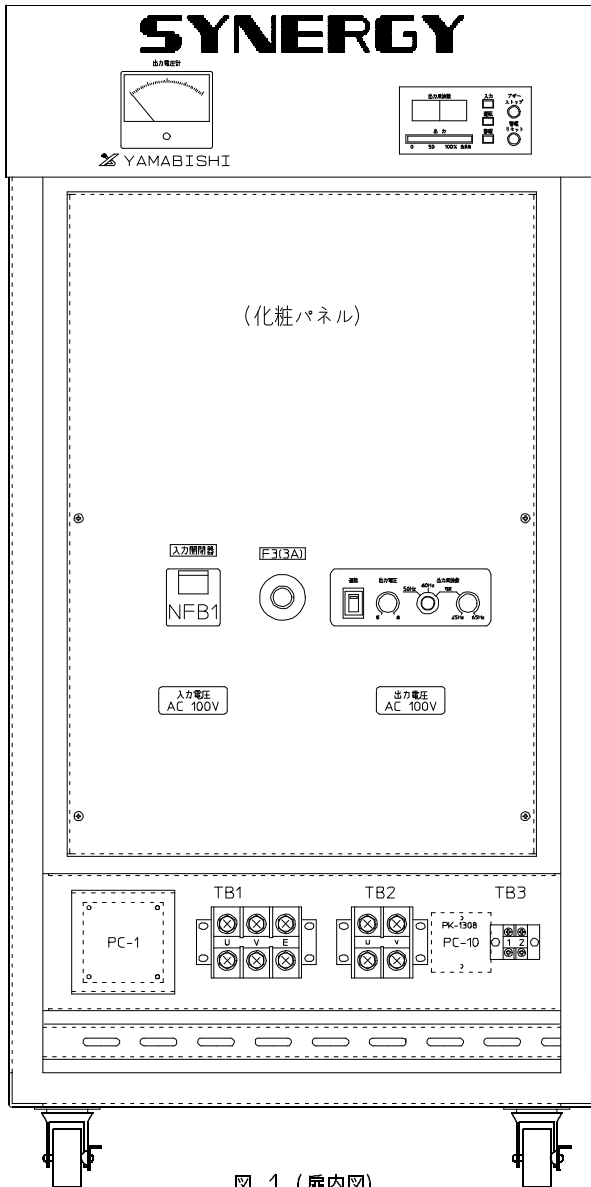
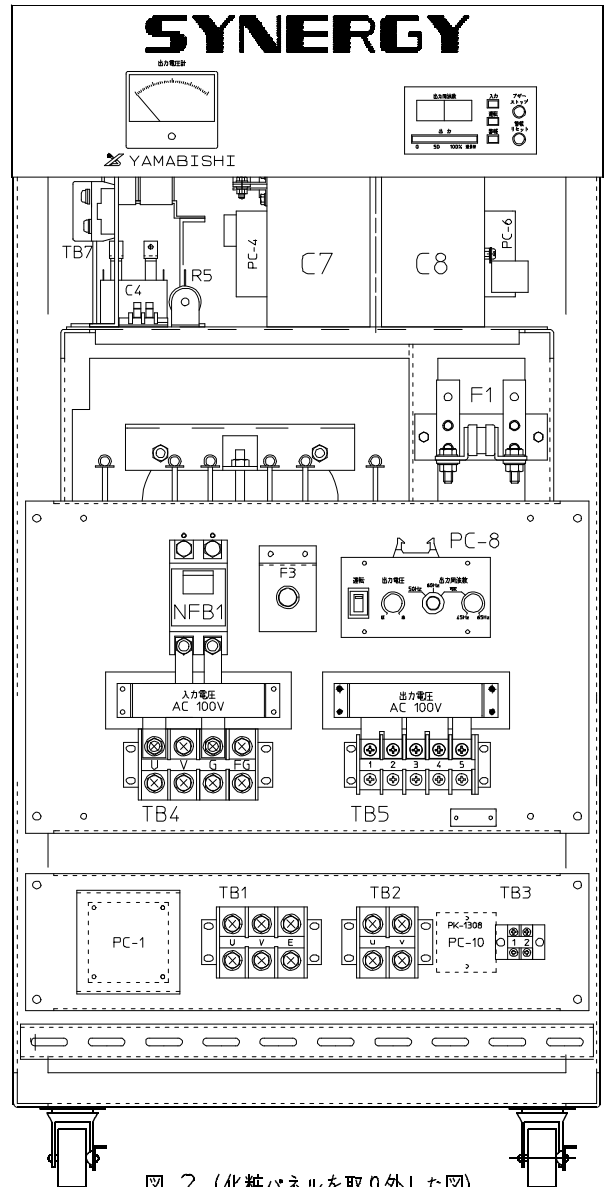
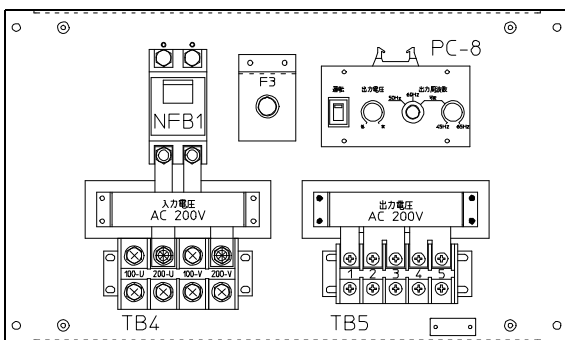

図 1 (扉内図)
図 2 (化粧パネルを取り外した図)
図 3
- 1 図1の化粧パネルを4箇所のM4ビスを取り外すと、図2の様に入力電圧及び出力電圧表示板が現われます。
備考 図2は入力電圧100V、出力電圧100Vを示し図3は入力電圧200V、出力電圧200Vを示します。